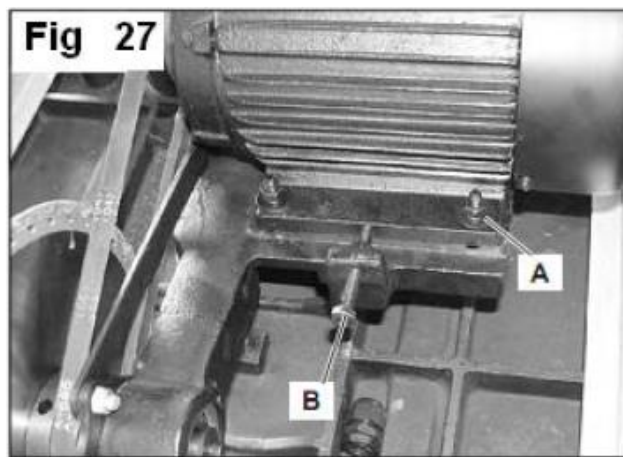

Рис.31
7. Ослабить четыре болта крепления двигателя М8 х 40 *А) и ослабить натяжной болт (В) **Рис.31**.